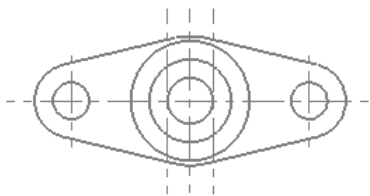
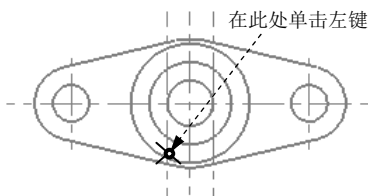
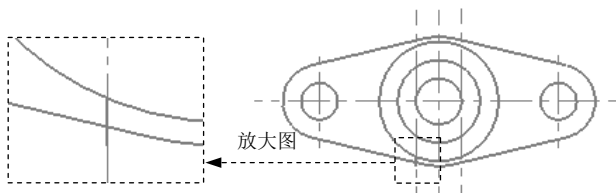

图 3.16.23 平移中心线
图 3.16.24 定义直线的起始点
图 3.16.25 绘制左端竖直直线
⑥ 定义平移距离。在“平移选项”对话框中选中 复选单选项，在 **极坐标** 区域的 文本框中输入值-5，按 **Enter** 键确认。
⑦ 单击 按钮完成中心线的平移操作，如图 3.16.23 所示。
(2) 绘制凸圆柱。
① 选择命令。选择下拉菜单 **绘图(D)** → **线(L)** → **绘制任意线(E)...** 命令，系统弹出“直线”工具栏。
② 绘制直线。在“直线”工具栏中单击 按钮使其处于按下状态；在图 3.16.24 所示的中心线与圆的交点处单击鼠标左键，定义直线的起点；在 文本框中输入值 2，按 **Enter** 键确认；在 文本框中输入值 270，并按 **Enter** 键确认，绘制图 3.16.25 所示的左端的竖直